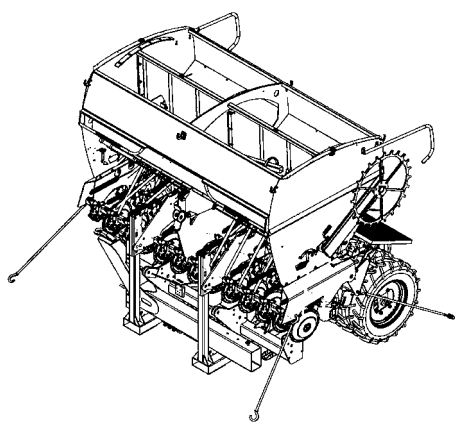
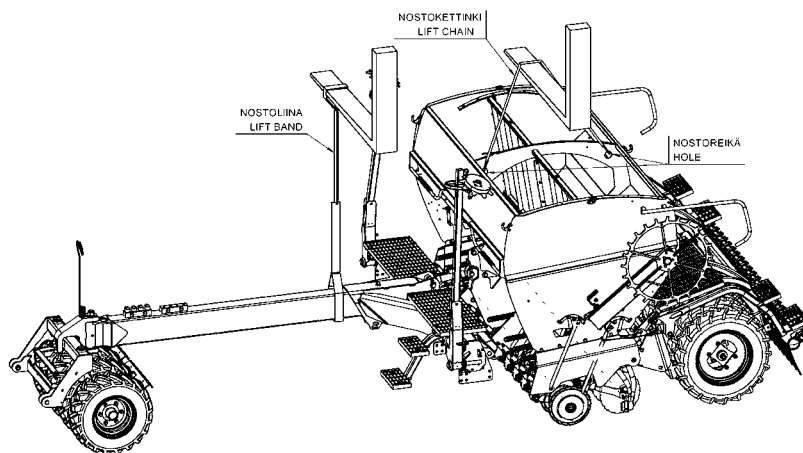

Рисунок 7 Крепление машины
Рисунок 8 Подъем машины
- Для подъема машины используйте подходящие канаты или цепи. Используйте для крепления только определенные места. (Рисунок 7 и рисунок 8)